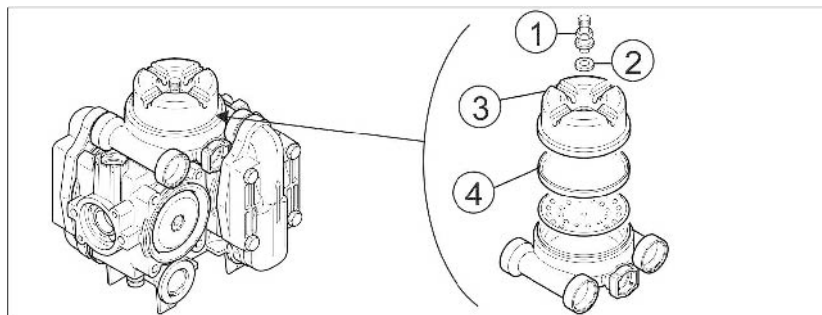

Рис. 201
2. При необходимости долейте масло при неработающем насосе (максимум до маркировки (Рис. 201/1).
5. Вращайте приводной вал попеременно влево и вправо и медленно заливайте новое масло. Достаточное количество масла залито, когда масло становится видно на маркировке (Рис. 201/1).